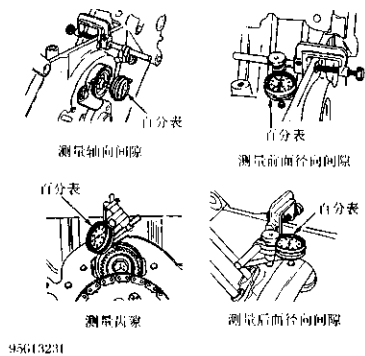

图 14-11 测量平衡轴间隙
3) 安装平衡轴后堵片。用百分表, 测量平衡轴轴间间隙和平衡轴前端的径向间隙 (图 14-11)。如果测量值不符合规范值, 更换部件, 参见“平衡轴规范表”。
6) 用百分表, 每 1/4 圈在 4 个位置测量齿轮游隙。齿轮游隙应该符合规范值, 参见表 14-2 和图 14-11。